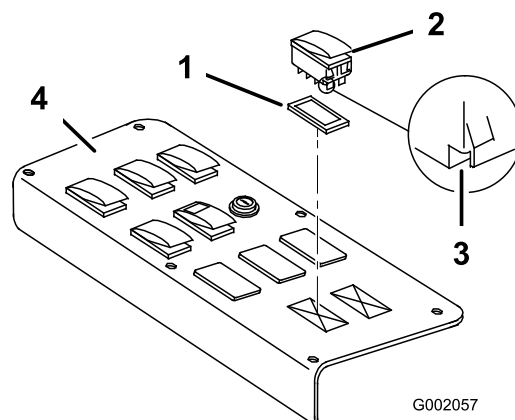
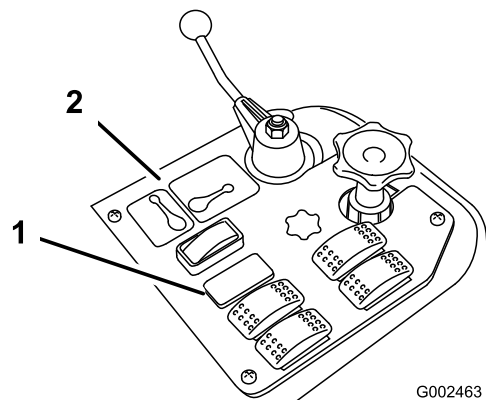

Figura 14
Figura 15
1. Retire el panel de control de pulverización para tener acceso a su cara inferior (Figura 14 para el 1250 y Figura 15 para el 1200).
2. Retire el tapón de la ranura del Sonic Boom del panel de control de pulverización del vehículo e instale el interruptor basculante suministrado en su lugar (Figura 14 para el 1250 y Figura 15 para el 1200).
Nota: Asegúrese de que la orientación del interruptor coincide con lo indicado en Figura 14, con la muesca orientada hacia la parte trasera del vehículo.